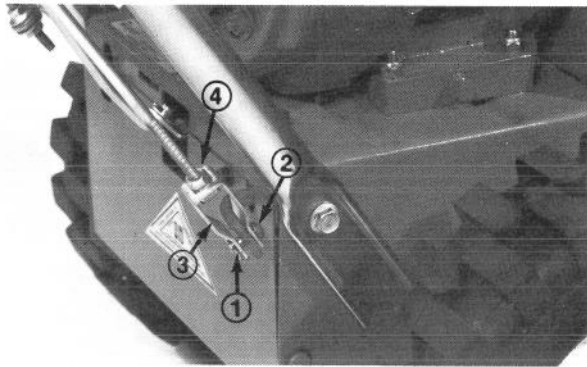

Abb. 29
2. Splint und Gabelkopfsplint, mit denen der Gabelkopf am unteren Gestänge befestigt ist, entfernen (Abb. 29).